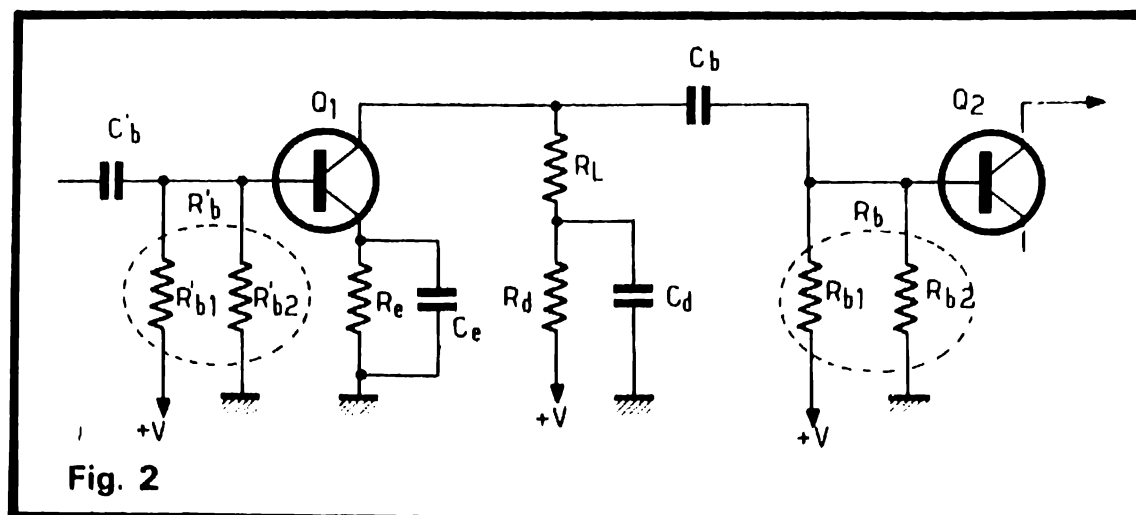

Fig. 2
Voici à la figure 2 le schéma d'un étage VF (ou BF) à liaison par résistance-capacité sur
Dans le montage de la figure 2 prenons $R_b = 100\,k\Omega$, $C_b = 20\,nF$, $R_L = 2\,k\Omega$ et tenons compte de la condition (4) à $f = 25$ Hz.